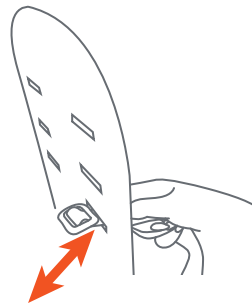

Fig. 14c
- To adjust the harness to the next height level pull the strap through the slot in the back of the child seat (Fig. 14c).
- Para ajustar el arnés al siguiente nivel de altura, tire de la correa a través de la ranura en la parte posterior del asiento para niños (Fig. 14c).